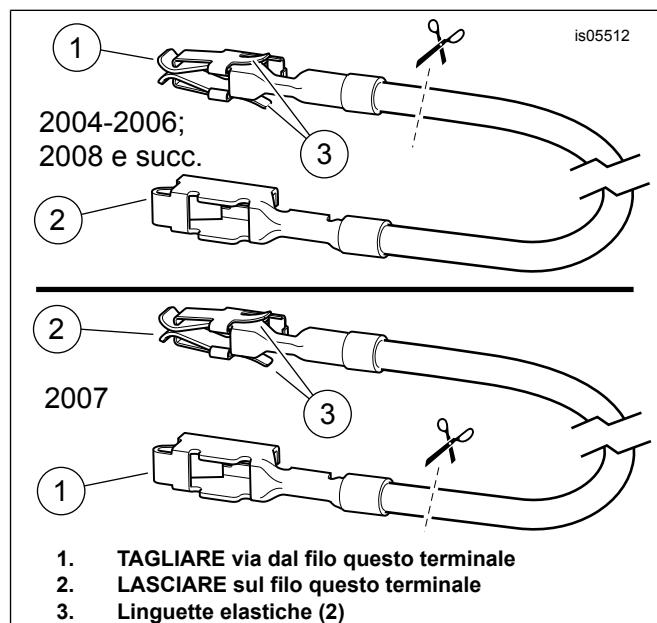

Figura 12. Filo dell'adattatore del pannello fusibili (Touring FL)
2. Prendere dal kit il filo arancione/bianco dell'adattatore del pannello fusibili (15). **Per i modelli dal 2004 al 2006:** in ciascuna estremità, prendere nota del terminale (vedere Figura 12, **vista superiore**). Solo il terminale **SENZA le linguette elastiche** è adatto alla cavità del fusibile. Tagliare con attenzione il terminale **CON** le linguette elastiche via dal filo ed eliminarlo. **Per i modelli 2007:** in ciascuna estremità, prendere nota del terminale (vedere Figura 12, **vista inferiore**). In questa cavità del fusibile si inserisce solo il terminale **CON le linguette elastiche**. Tagliare con attenzione il terminale **SENZA** le linguette elastiche via dal filo ed eliminarlo.